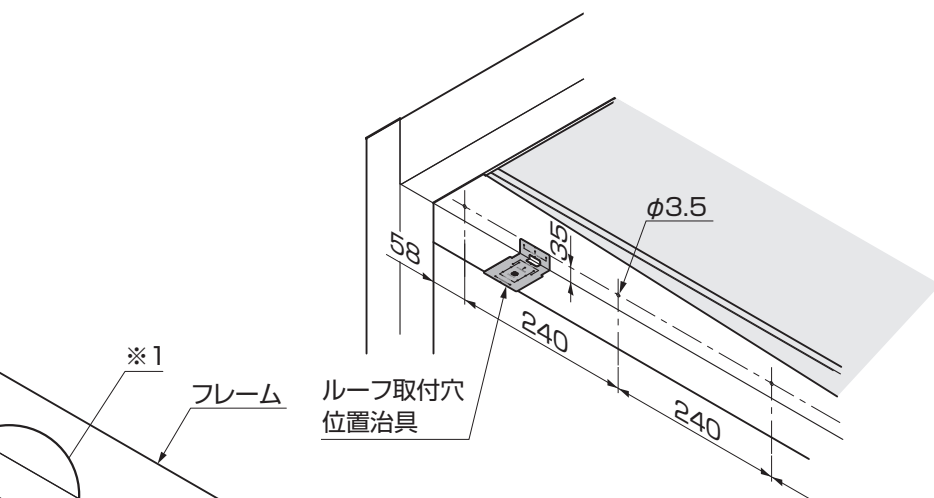
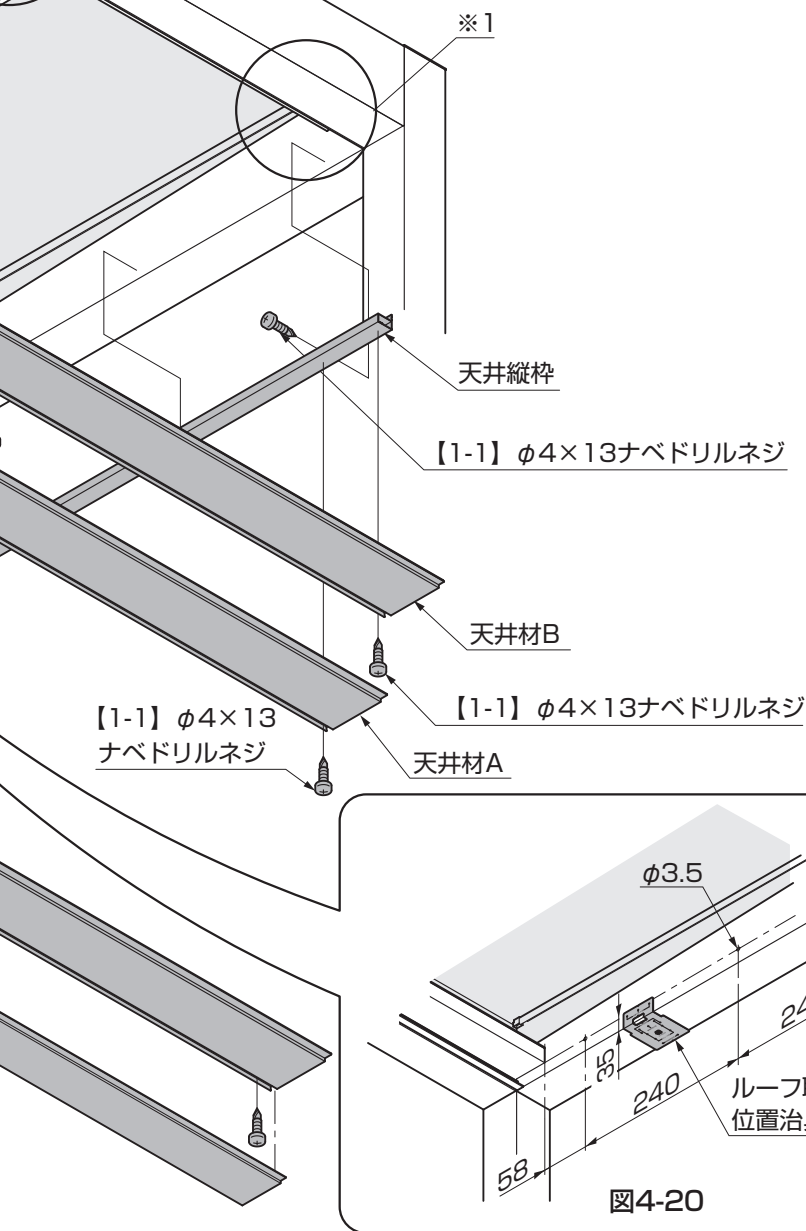

図4-19 D部詳細図
図4-20
①フレーム、調整フレームにφ3.5の下穴を天井縦枠の穴ピッチに合わせてあけてください。(図4-19、図4-20参照)
②天井縦枠をフレーム、調整フレームに【1-1】で取付けてください。
- ループ取付穴位置治具を使うことで天井縦枠取付け下穴の位置出しがしやすくなります。(図4-19、図4-20参照)